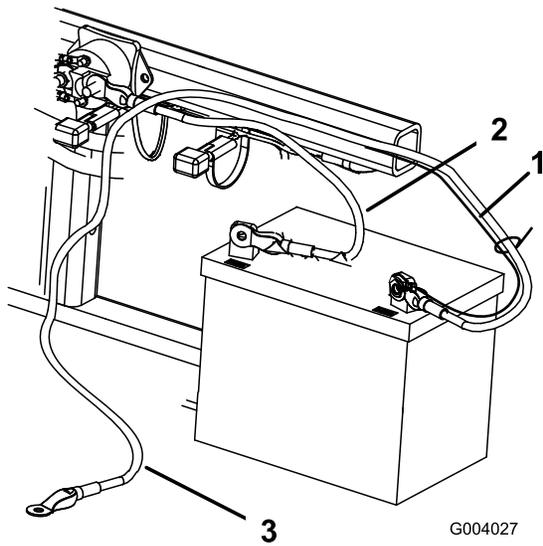

Figura 7
- Conecte el cable positivo (rojo) al borne positivo (+) con un perno (1/4" x 5/8") y una contratuerca (Figura 7).
3. Conecte el cable negro pequeño y el cable negativo (negro) al borne negativo (-) de la batería con un perno ( $\frac{1}{4}$ " x  $\frac{5}{8}$ ") y una contratuerca ( $\frac{1}{4}$ ") (Figura 7).